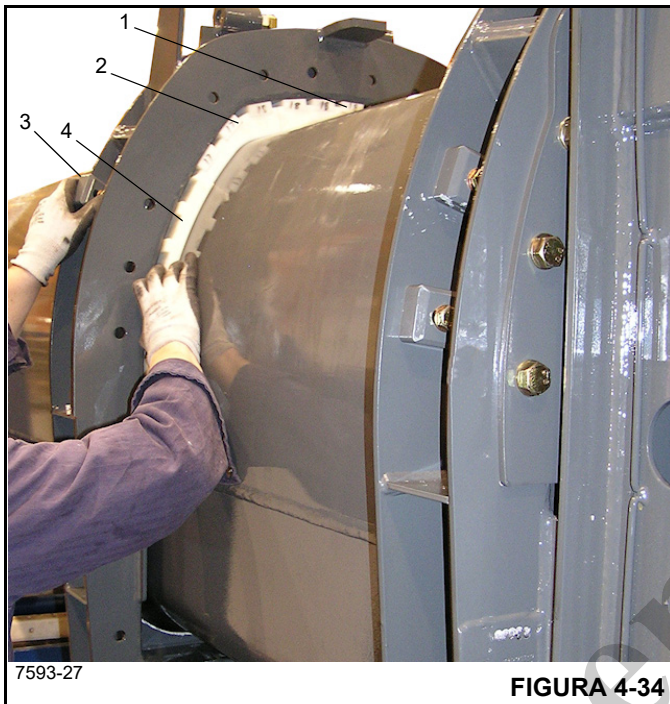

FIGURA 4-34
- Instale a placa de desgaste interna inferior (1) (Figura 4-34) e as placas de desgaste internas do canto inferior (2) entre as paredes das seções 4 e 5.